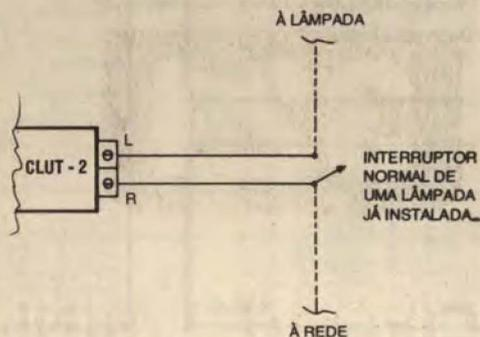

Fig.7
- FIG. 7 - APROVEITANDO UMA LÂMPADA JÁ INSTALADA...